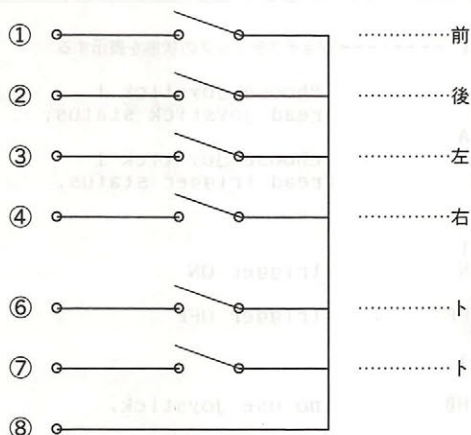

図5.23 ジョイスティック回路図
ジョイスティックの回路を図5.23に示します。この回路からわかるように、⑧番端子に“0”を出力し、①~④、⑥~⑦の端子を読み出せば、スティックとトリガボタンの情報は得られますが、プログラムの移植性を考慮すると、ジョイスティックのアクセスはやはりBIOSを利用して行う方が無難でしょう。